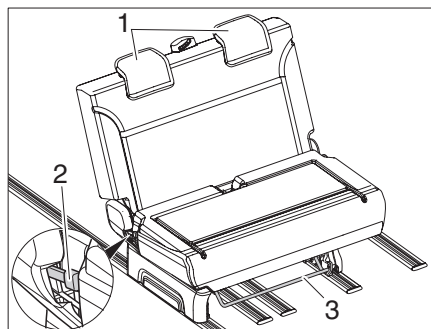

Fig. 15 Sedili
- ▷ Non mettersi in piedi sulla staffa (Fig. 15,3).
- ▷ Non trasportare il divanetto/divano letto per la staffa (Fig. 15,3).
- ▷ Spostare il divanetto/divano letto solo dopo essersi seduti su di esso. Per spingere o tirare il divanetto afferrare la staffa (Fig. 15,3) solo al centro.
- Tirare la staffa (Fig. 15,3) e spingere il divanetto in avanti.
- Smontare i poggiatesta (Fig. 15,1).
- Tirare la leva (Fig. 15,2) e ribaltare lo schienale del divanetto all'indietro.
- Spingere la leva (Fig. 15,2) di nuovo verso il basso per bloccare correttamente lo schienale.